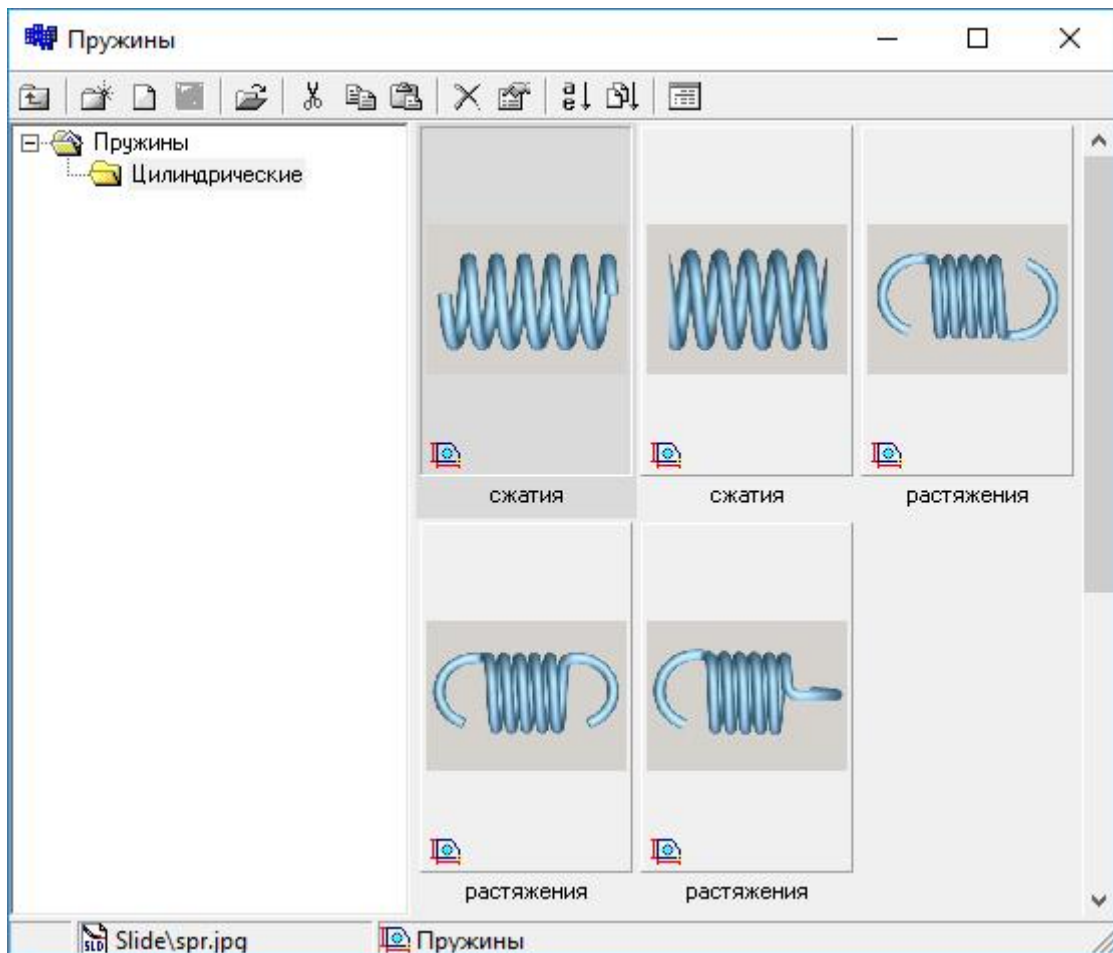

Рисунок 3-38
2. Определить тип пружины. Тип пружины указывается в слайдовом меню **Пружины** (Рисунок 3-38), которое вызывается нажатием левой клавиши мыши на изображении пружины: